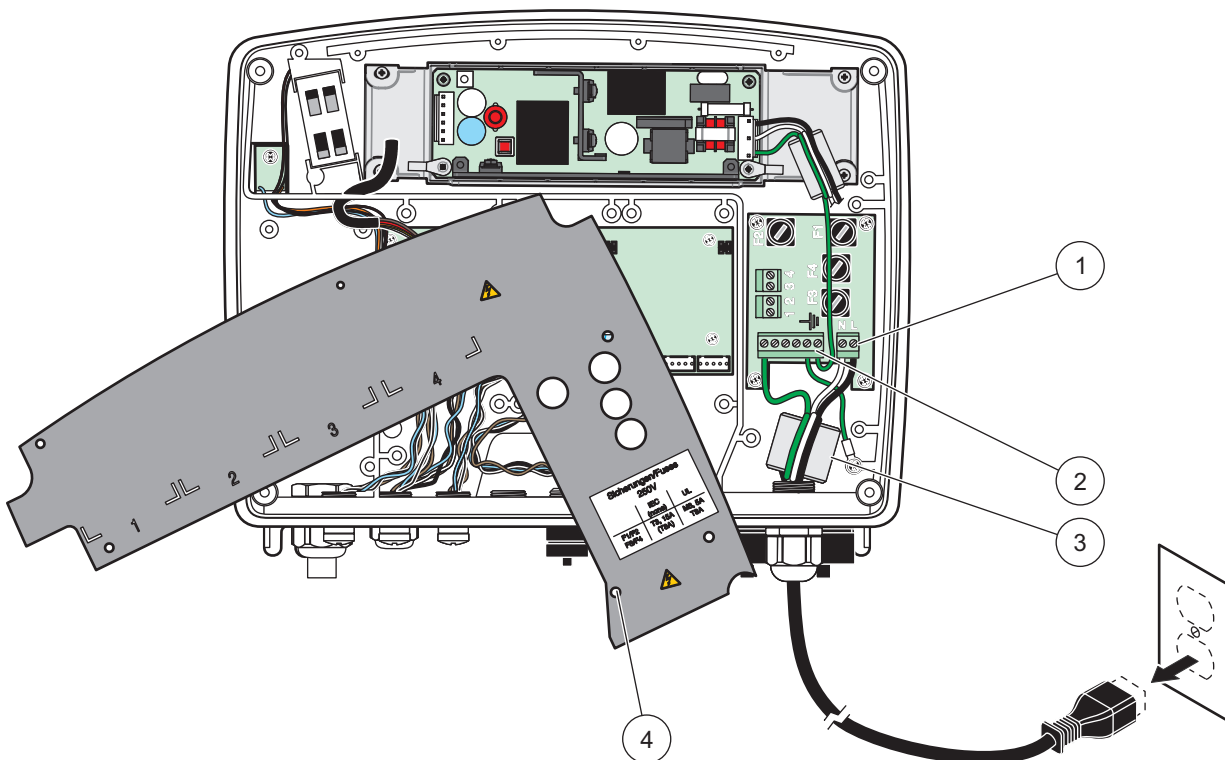
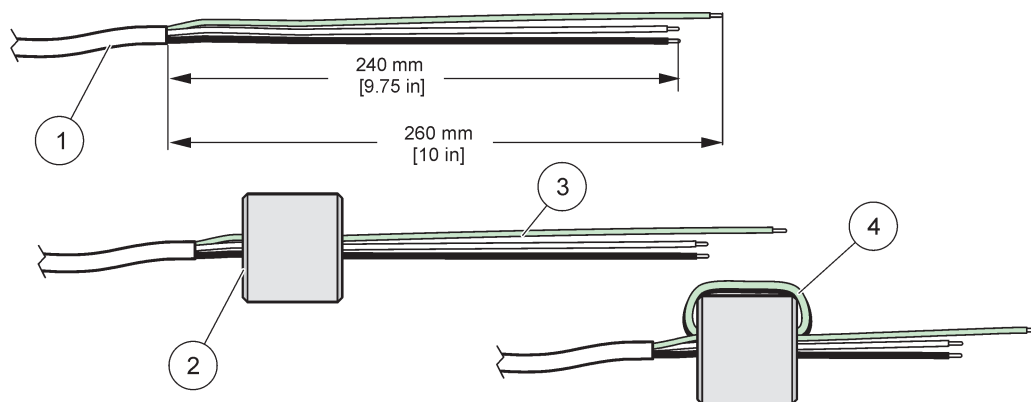

Bild 10 Drähte für Stromanschluss
Bild 12 Korrekte Drahtvorbereitung und Ferritkernverkabelung.
6. Entfernen Sie die Kabelisolierung (Bild 12). Kürzen Sie alle Drähte außer dem Erdungsdraht um 20 mm (0,78 Zoll), sodass das Erdungskabel 20 mm (0,78 Zoll) länger ist. setzen Sie anschließend die Kabelenden ab. .
7. Führen Sie das abgezogene Stromkabel zweimal durch den Ferritkern (Bild 12) und verdrahten die Kabel am Terminal, wie unter Tabelle 1 und Bild 10 dargestellt. Nach jedem Einführen leicht ziehen, um sicherzustellen, dass die Verbindung sicher ist.
7. Führen Sie das abgezogene Stromkabel zweimal durch den Ferritkern (Bild 12) und verdrahten die Kabel am Terminal, wie unter Tabelle 2 und Bild 16 dargestellt. Nach jedem Einführen leicht ziehen, um sicherzustellen, dass die Verbindung sicher ist.